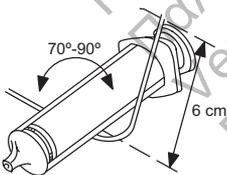

Abbildung 3. Biegen Sie den Mandrin
2. Wählen Sie einen Mandrin nach der Funktion und der bevorzugten Festigkeit. Falls gewünscht, können Sie den Mandrin mit einem sterilen Instrument mit glatter Oberfläche (z. B. einem 10-ml- oder 12-ml-Spritzenkolben) vorsichtig formen (Abbildung 3 auf Seite 16). Bei einer leichten Krümmung ist die Wahrscheinlichkeit, dass sich der Mandrin während des Gebrauchs streckt, geringer als bei einem scharfen Knick.